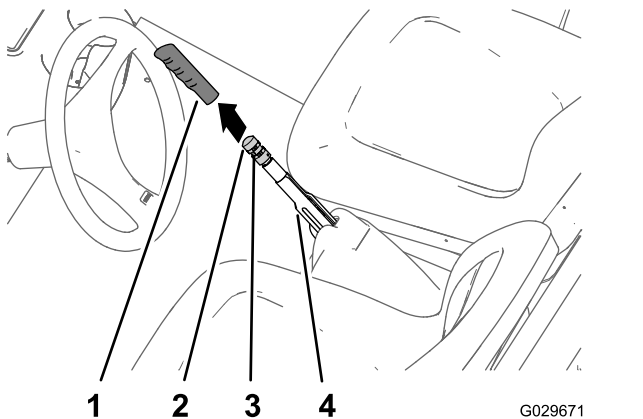

Figura 62
1. Rimuovete l'impugnatura dalla leva del freno di stazionamento (Figura 62).
2. Allentate la vite a pressione che fissa la manopola di regolazione del freno alla leva del freno di stazionamento (Figura 62).
3. Ruotate la manopola di regolazione del freno fino a raggiungere una forza pari a 133–156 N per inserire la leva del freno di stazionamento (Figura 62).
4. Serrate la vite a pressione e montate l'impugnatura (Figura 62).
2. Allentate la vite di fermo (Figura 62) che fissa la manopola di regolazione del freno alla leva del freno di stazionamento, disinserite il freno di stazionamento e allentate la manopola di regolazione del freno.
5. Ruotate la manopola di regolazione del freno (Figura 62) fino a quando non è necessaria una forza pari a 133–156 N per inserire la leva del freno di stazionamento.
- C. Ruotate la manopola di regolazione del freno (Figura 62) fino a quando non è necessaria una forza pari a 133–156 N per inserire la leva del freno di stazionamento.
- Serrate la vite a pressione e montate l'impugnatura (Figura 62).